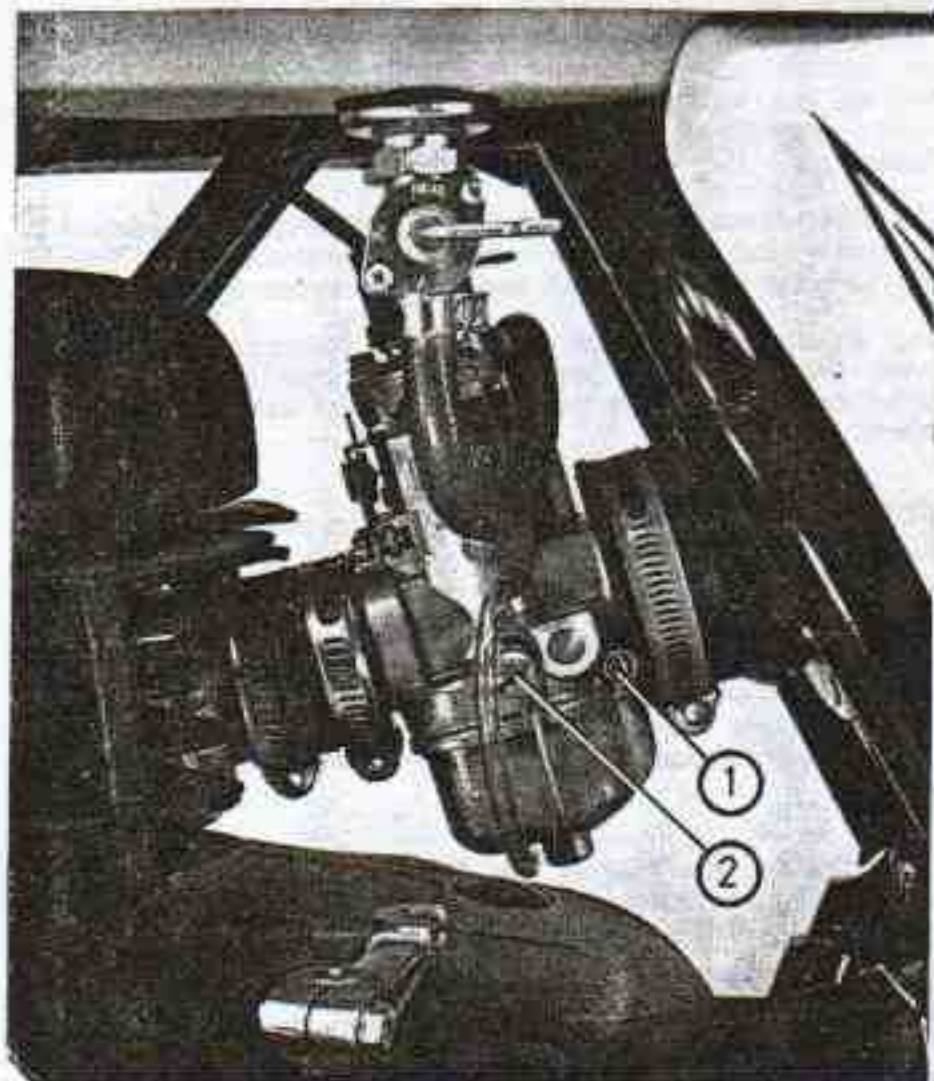

Fig. 14
4. **Ajuste de la marcha lenta (ralenti).** La marcha lenta adecuada es aquella que permite rodar a muy pocas revoluciones en primera velocidad. Para ello, graduar el tornillo 2 situado en el lado izquierdo del carburador (fig. 14). Para aumentar o disminuir la marcha lenta se debe roscar o desenroscar dicho tornillo 2.
Para graduar la mezcla se dispone del regulador del aire 1 (fig. 14), situado en el lado izquierdo del carburador. Para determinar la posición del regulador del aire, poner el motor en marcha lenta, roscar el regulador hasta el fondo y luego desenroscar $\frac{3}{4}$ de vuelta. Si el motor no soporta bien esta graduación, roscar el regulador hasta que el motor tienda a pararse por mezcla demasiado rica. En este momento desenroscar el regulador hasta que el motor tienda a pararse por mezcla demasiado pobre. La graduación más adecuada será la media entre ambas graduaciones.
4. Réglage du ralenti. Le ralenti correct est celui qui permet de rouler en première à à peu de tours-minute. Pour l'obtenir agir sur la vis 2 située sur le côté gauche du carburateur (fig. 14). Pour augmenter ou diminuer le ralenti, visser ou dévisser cette vis 2.
Pour régler le mélange, on dispose du régulateur d'air 1 (fig. 14) situé sur le côté gauche du carburateur. Pour déterminer la position adéquate du régulateur d'air, mettre le moteur à bas régime, visser à fond le régulateur, puis dévisser de trois quarts de tour. Si le moteur ne supporte pas bien ce réglage, visser le régulateur jusqu'à ce que le moteur ait tendance à s'arrêter parce que le mélange est trop riche. A ce moment-là, dévisser le régulateur jusqu'à ce que le moteur ait tendance à s'arrêter parce que le mélange est trop pauvre. Le réglage le plus adéquat sera celui qui est à mi-course entre ces deux réglages.
4. Adjusting the Idle. A proper idle allows to run at low r.p.m. in first gear. To obtain this condition, adjust idle screw 2 located on the left side of carbureter (fig. 14).
To adjust the mixture at idle, use the air screw 1 (fig. 14) located on the left side of carbureter. To set the air screw, let the engine run at idle, rotate the screw CW until its bottom, and then back it off $\frac{3}{4}$ of a turn. If the engine does not idle well at this setting, rotate the air screw CW until the engine dies because the mixture is too rich. Back off the screw until the engine dies because the mixture is too lean. The best setting will be the half distance between both settings.